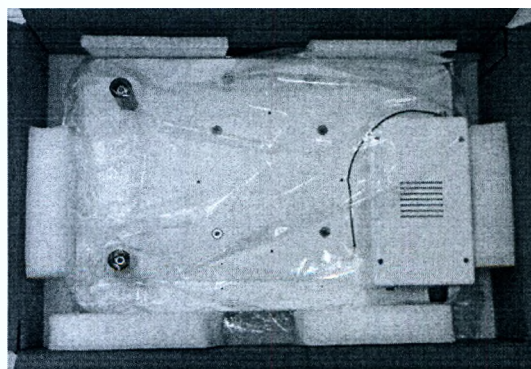

Рисунок 12. Основание и электроника
3. Откройте коробку с основанием и электроникой (Рис.12).